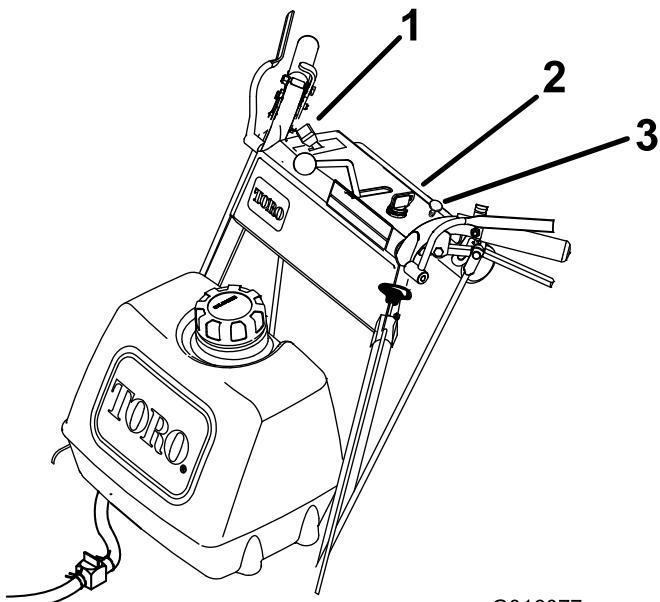

Figura 9
11. Spingete la manopola dello starter nella posizione originale quando il motore inizia a scaldarsi (Figura 9).
2. Portate la leva dell'acceleratore in posizione **Slow** (Figura 9).